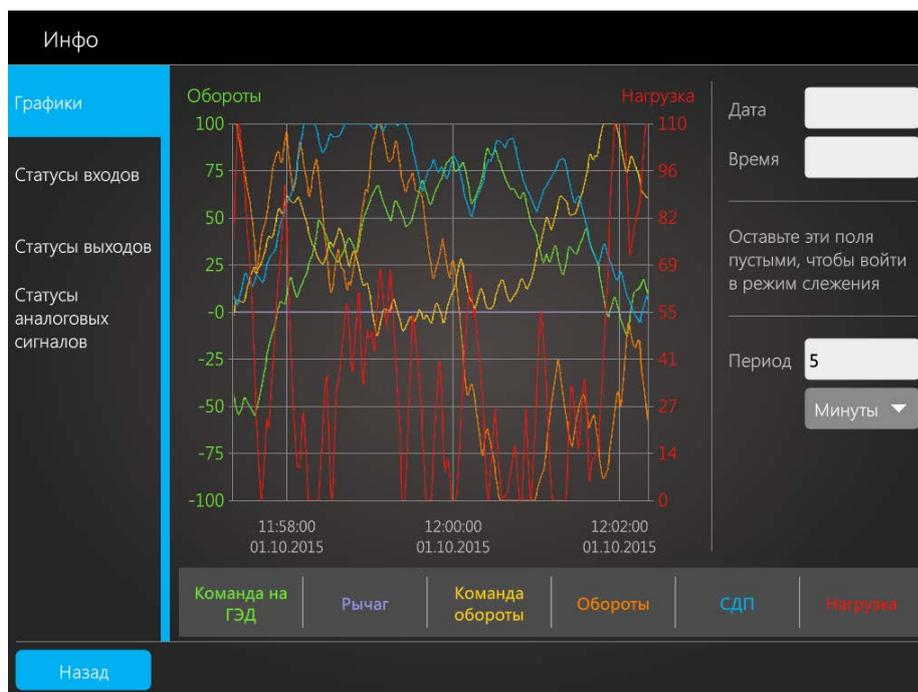

Рисунок 11 – Информационный экран страницы «Графики»
1. **«Графики»** – выводит на экран историю выдаваемых на ПЧ команд и сигналов обратной связи (см. рисунок 11).